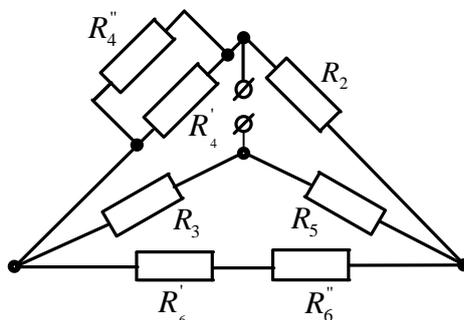

Рисунок 14
**Задача 11.** Определить эквивалентное сопротивление схемы (рис.14) относительно зажимов  $ab$ , если  $R_2=120\text{Ом}$ ;  $R_3=150\text{Ом}$ ;  $R_4'=10\text{Ом}$ ;  $R_4''=70\text{Ом}$ ;  $R_5=225\text{Ом}$ ;  $R_6'=12\text{Ом}$ .  $R_6''=48\text{Ом}$ .